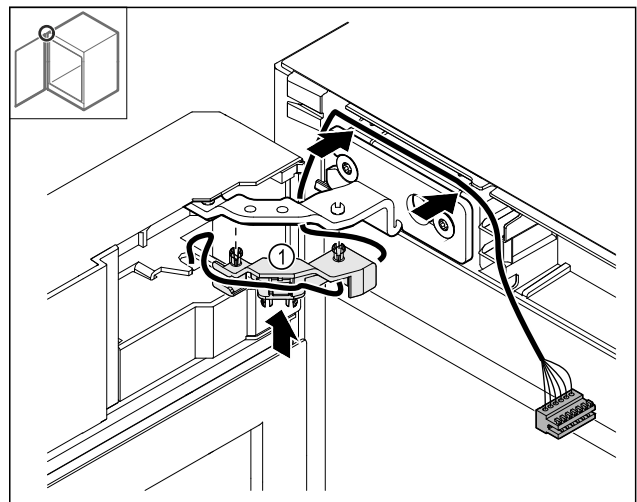

Fig. 51
- Kabelhalterung Fig. 51 (1) ins Scharnier drücken.